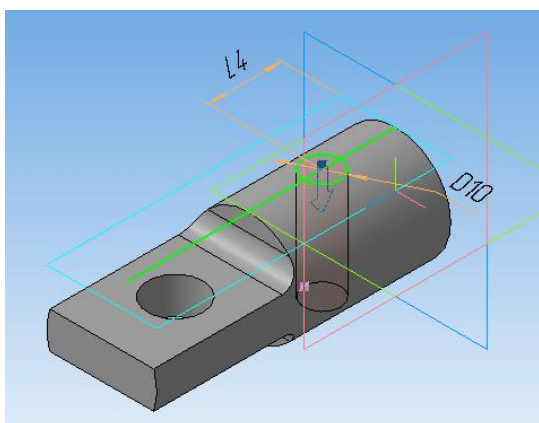

Рисунок 50.
23. Выполните *Вырезать выдавливанием*, задать прямое направление, выбрать способ построения *Через все* (рисунок 50).